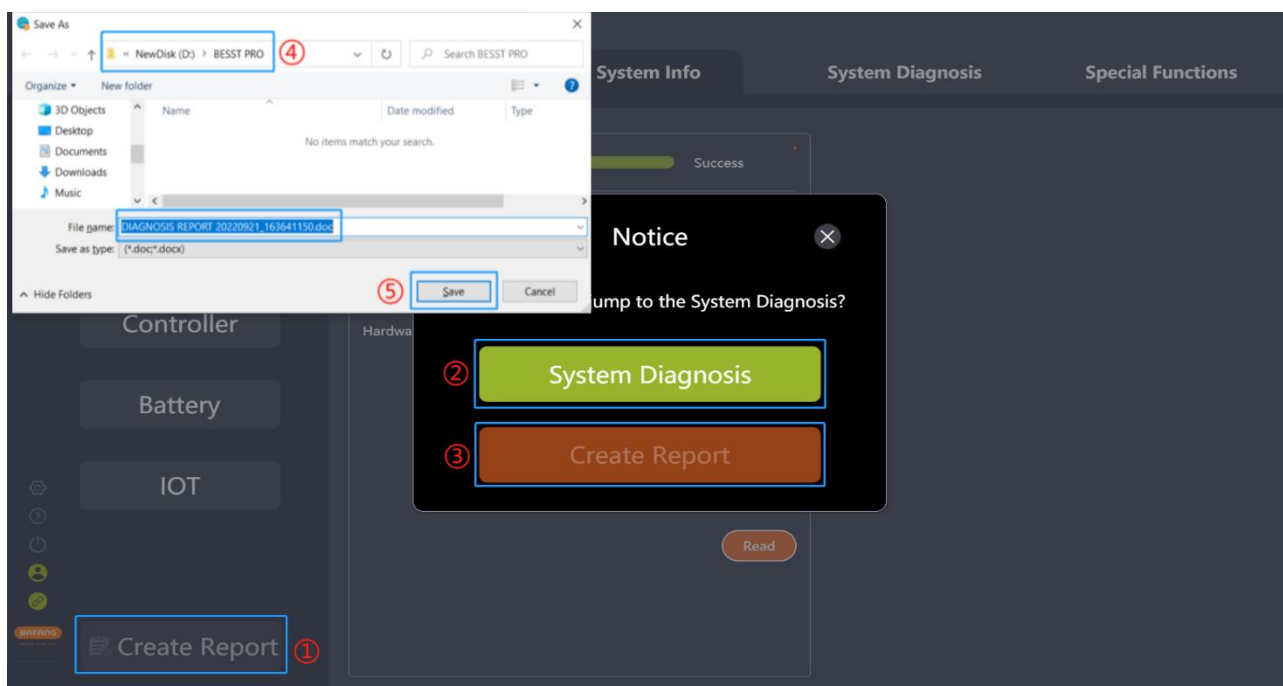

图 6-5 系统信息界面创建报告
- (1) 点击“创建报告”，提示“要跳转到系统诊断吗？”（如图 6-5）；
- (2) 如需进行系统诊断，可选择“系统诊断”，跳转到系统诊断界面；
- (3) 点击“创建报告”；
- (4) 选择本地保存路径；
- (5) 点击“保存”，生成 PDF 报告文档。